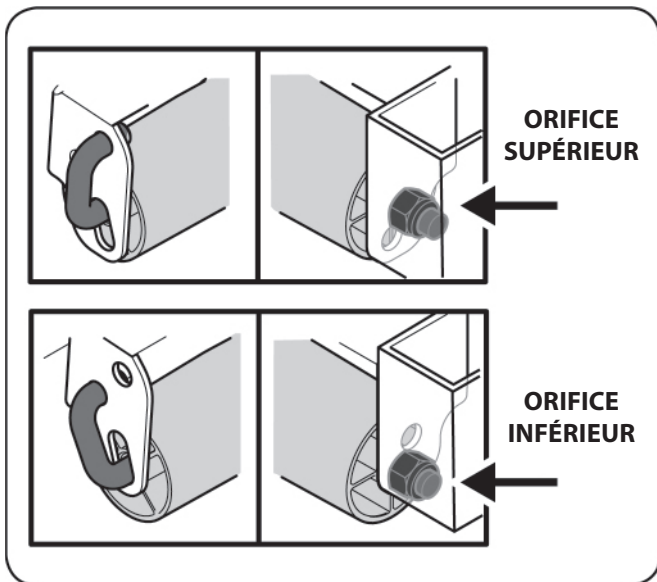

Figure 1-8
- Le galet peut être ajusté à deux hauteurs différentes. Pour changer la hauteur de la trousse du traceur, retirez le contre-écrou et faites glisser la goupille suffisamment loin pour la faire passer à la hauteur souhaitée du côté droit du support. Sécurisez l'extrémité à crochet de la goupille et installez le contre-écrou pour le verrouiller en position. Consultez la Figure 1-8.